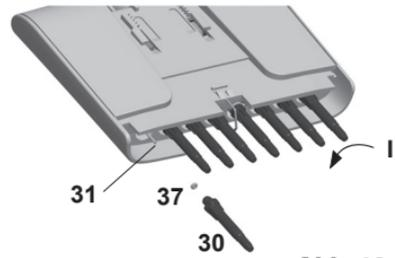

Abb. 16
1. Schrauben Sie die Spitzenhalterungen ab (I) (Abbildung 16).